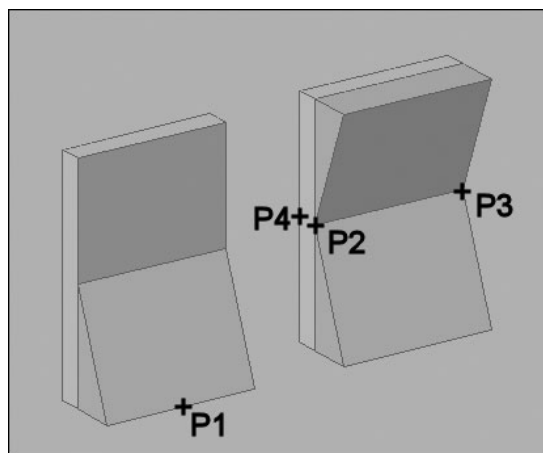

Fig.20.36
- 1 Exécutez la commande de copie-miroir à l'aide de l'une des méthodes suivantes (fig. 20.36) :